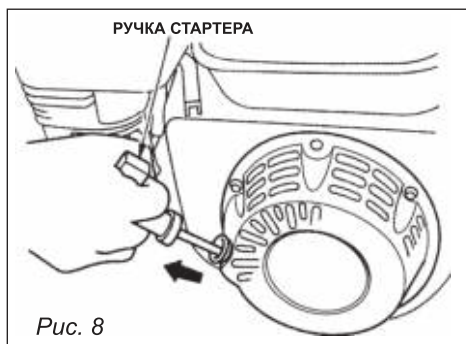

Рис. 8
5. Плавно потяните за ручку стартера до начала сопротивления, а затем потяните резко (рис. 8).